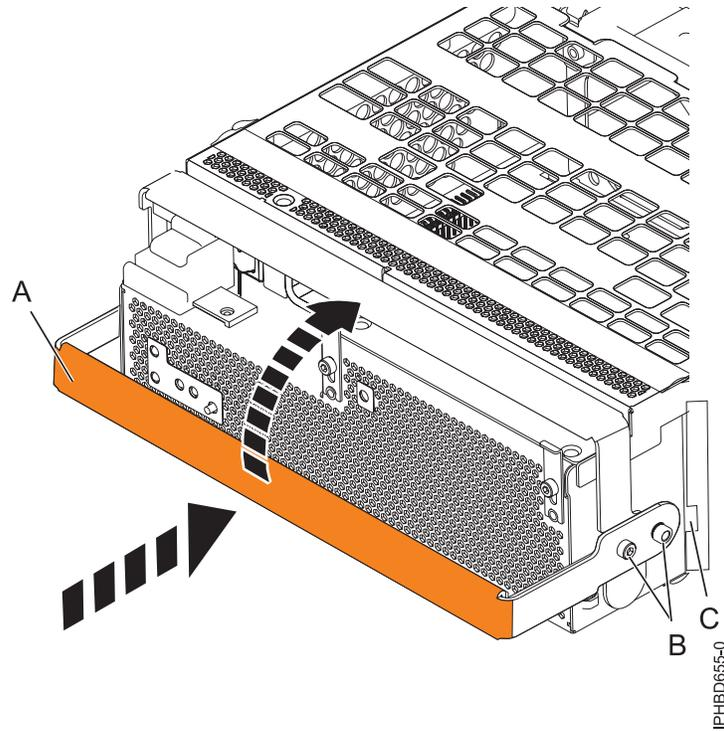

Figure 73. Remplacement d'un bloc d'alimentation
10. Pour remplacer l'alimentation électrique, avec la poignée de verrouillage (A) en position ouverte, insérez l'alimentation électrique dans l'unité d'extension comme indiqué à la figure 73, à la page 95.
11. Fermez le levier de verrouillage (A) jusqu'à ce que le bloc d'alimentation soit maintenu en place.